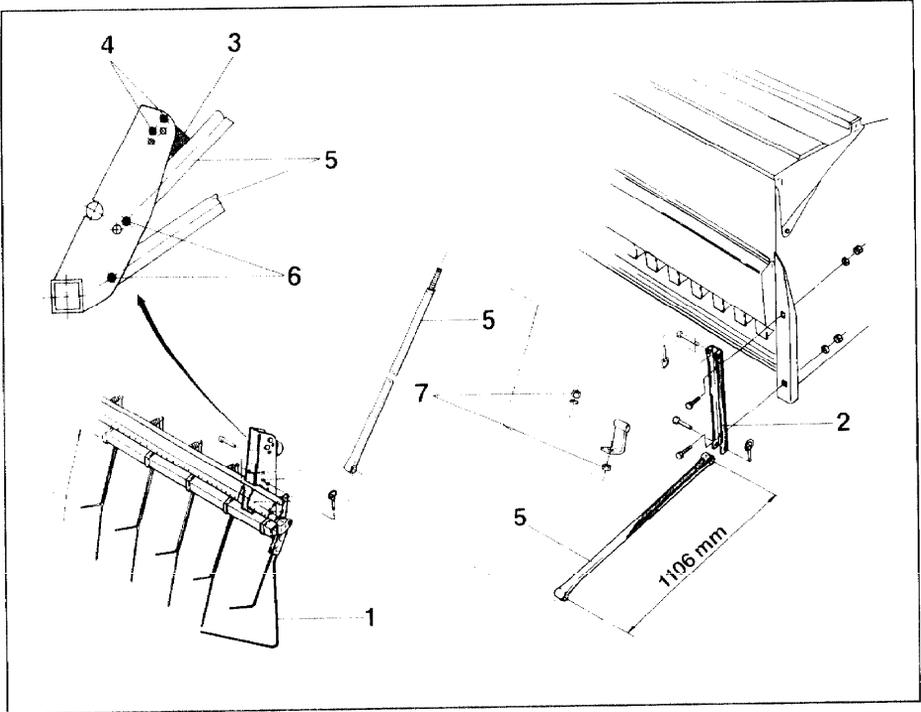
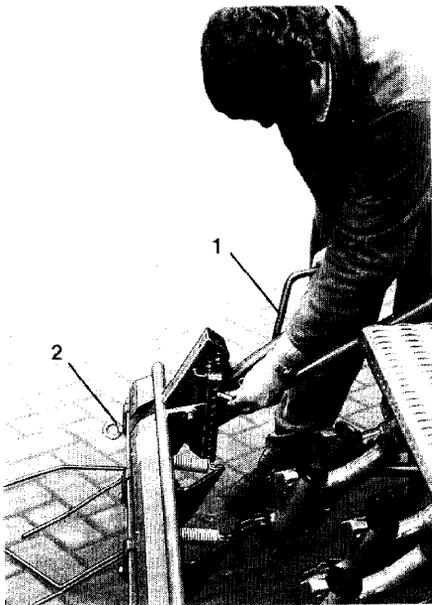

Fig. 60
Fig. 61
Après leur dépôt dans le sillon, les graines sont recouvertes par une couche de terre régulière au moyen des FlexiDoigts de recouvrement (fig. 60/1). Comme le Rollsoc, le FlexiDoigts de recouvrement travaille sans bourrage, même en cas de présence d'une quantité importante de déchets végétaux.
- Mettre en place le nombre respectif de cornières de fixation (fig. 60/2) sur la trémie.
- Contrôler le bon montage du silent-bloc d'appui (fig. 60/3) au niveau des perçages (fig. 60/4) du support.
- Fixer les tirants tubulaires (fig. 60/5) sur les supports du recouvreur FlexiDoigts au moyen des axes (fig. 60/6) et aux cornières de fixation (fig. 60/2) et goupiller en sécurité .
- 1) L'extrémité des FlexiDoigts de recouvrement en forme de V doit reposer quasi à l'horizontale sur le sol. Les éléments FlexiDoigts doivent avoir de plus un débattement vers le bas de 5 à 8 cm, de manière à ce qu'ils puissent agir sur les zones plus profondes. Ce réglage s'effectue en rallongeant ou en raccourcissant le tirant d'attelage supérieur à l'aide du contre-écrou (fig. 60/7).
- 2) La pression avec laquelle les extrémités du recouvreur FlexiDoigts en forme de V appuient sur le sol doit être réglée de manière qu'après recouvrement du semis ne subsiste aucun muret de terre à la surface du champ. La modulation de la pression du recouvreur FlexiDoigts s'effectue à l'aide d'un axe qui doit être introduit dans l'un des perçages du segment de réglage et verrouiller en sécurité comme le montre la fig. 61. Utiliser la manivelle d'étalonnage (fig. 61/1). Pour contrôler, parcourir environ 30 m dans le champ à la vitesse qui sera utilisée en cours de semis.
Au transport, retirer les éléments FlexiDoigts extérieurs (fig.60/1) du tube carré en desserrant les vis à oeil (fig. 61/2) (utiliser la manivelle d'étalonnage), afin de ne pas outrepasser la largeur autorisée au transport. Garnir ensuite le recouvreur FlexiDoigts avec la cornière de protection (se reporter au point 31).